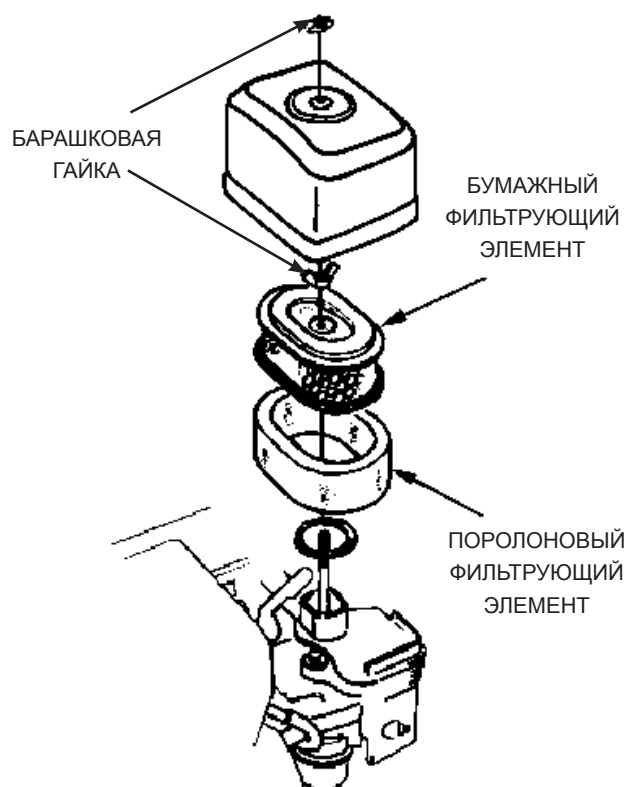

Рис.10
1. Открутить барашковые гайки и снять крышку воздушного фильтра и фильтр (Рис.10)/